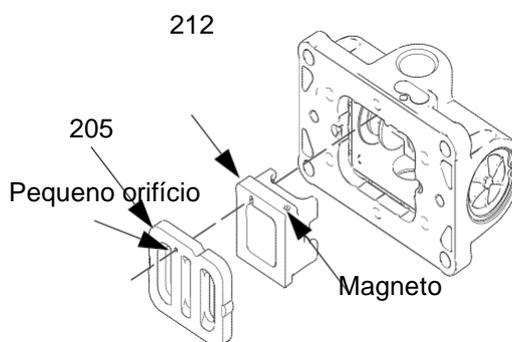

FIG. 5. Instalação de vaso e placa da válvula de ar
3. Use uma chave de 10 mm para remover os fixadores do distribuidor de saída (6). Consulte a fig. 5.